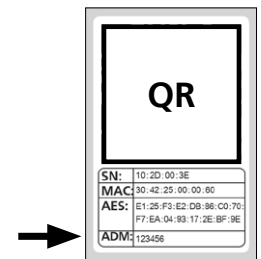

Abb. 9
**! Hinweis:** Den zufallsgenerierten Administratorcode finden Sie auf dem beiliegenden QR-Code Aufkleber unter „ADM“ (Abb. 9). Sie können den Administratorcode zu einem späteren Zeitpunkt jederzeit ändern. Eine Erklärung dazu finden Sie in der Hauptanleitung auf unserer Webseite (siehe Link auf der Titelseite).